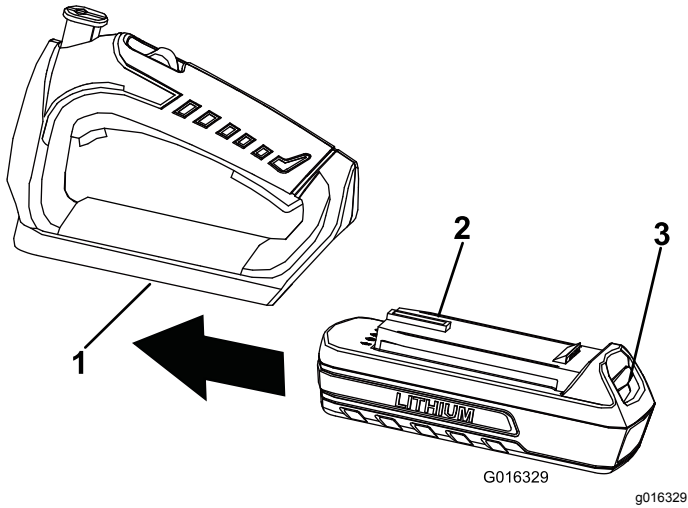

Figure 3
1. Alignez la languette de la batterie sur le creux dans le corps de la poignée (Figure 3).